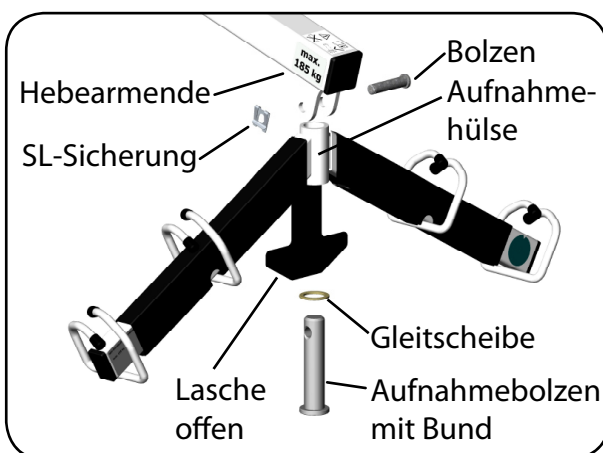

Abb. 6.1.11 - Montage Transportbügel
12. Stecken Sie den Aufnahmebolzen mit Bund, zusammen mit der Gleitscheibe, von unten durch die Aufnahmehülse des Transportbügels (Abbildung 6.1.11).